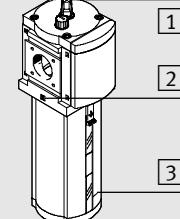

Bild 1
- Beakta flödesriktningen från 1 till 2. Siffrorna [2] på produkthuset fungerar som hjälp. (→ Bild 1).
- Vrid justerskruven [1] (→ Bild 1) på inspektionsglaset tills önskad oljemängd är inställd.